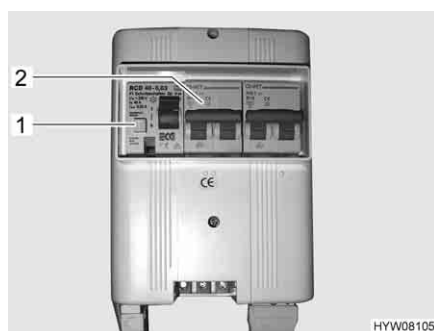

Fig. 147 Scatola dei fusibili a 230 V con interruttore di sicurezza e interruttore automatico FI
La rete di bordo a 230 V è protetta da un interruttore di sicurezza bipolare (Fig. 147,2) con interruttore di sicurezza per correnti di guasto (interruttore automatico FI) (Fig. 147).
- Se il veicolo è collegato all'alimentazione a 230 V, premere il tasto di controllo (Fig. 147,1). L'interruttore di sicurezza deve scattare.